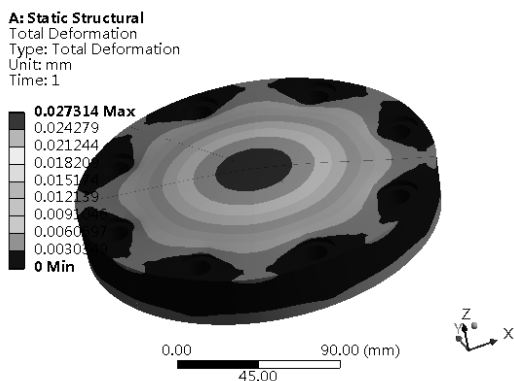

图 20-11 总变形的等值线云图
4) 在 Outline 树结构图中的“Total Deformation”上右击，在弹出的快捷菜单中选择“Evaluate All Results”，此时进行求解，求解后得到的总变形的等值线云图如图 20-11 所示。